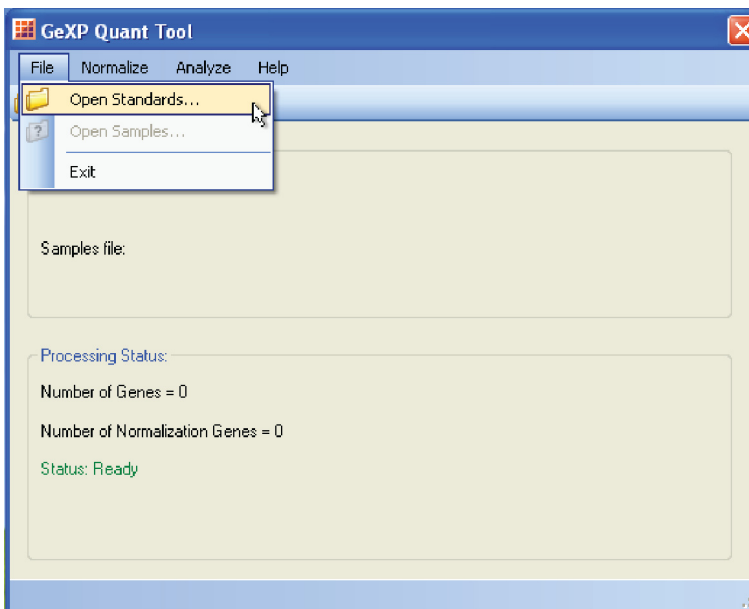

图 7.37 选择打开标准
1. 从“File”（文件）菜单中，选择“Open Standards”（打开标准），可以选择并导入标准曲线数据进行分析。请参见图 7.37。